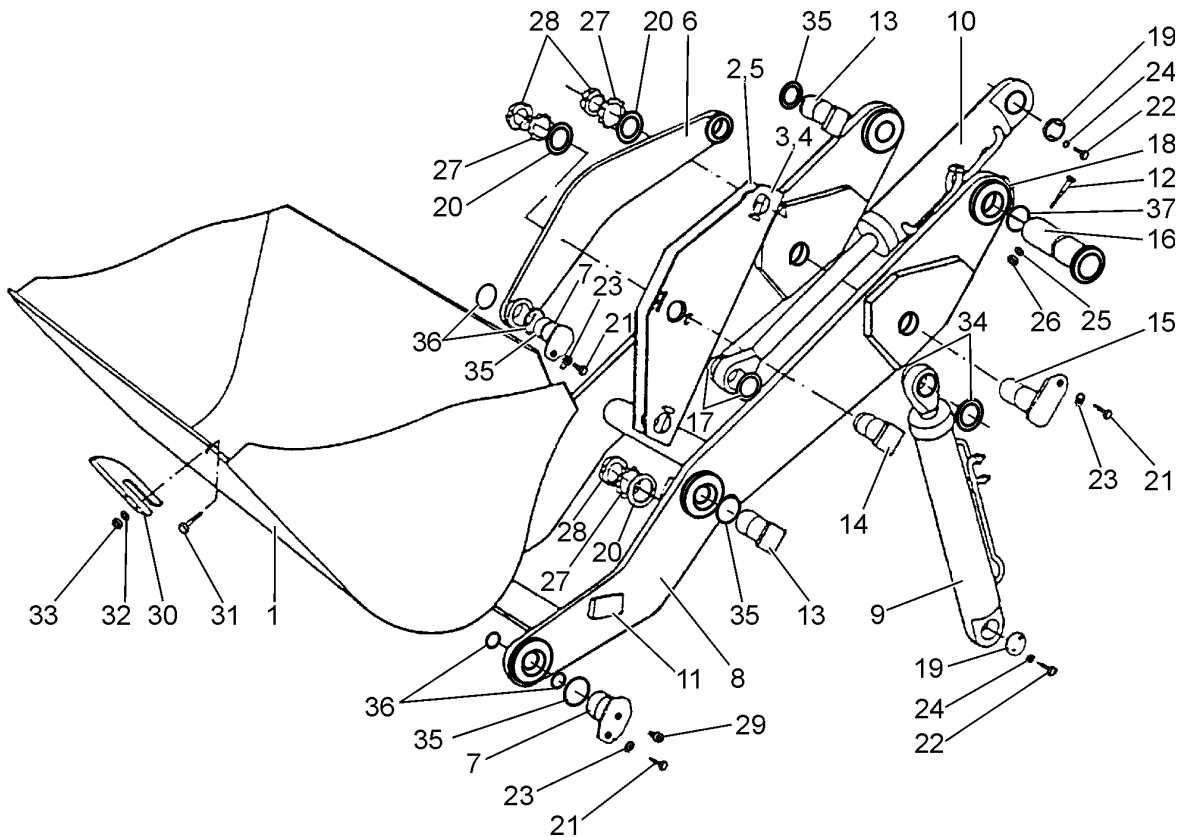

Рис. 17.1. Рабочая система (стрела, ковш и рычаги)
3. ОПИСАНИЕ И ДЕЙСТВИЕ (Рис. 17.1.)
5. СНЯТИЕ И РАЗБОРКА (Рис. 17.1.)
6. ПРОВЕРКА И РЕМОНТ (Рис. 17.1.)**Ковш**
7. СБОРКА И УСТАНОВКА (Рис. 17.1.)